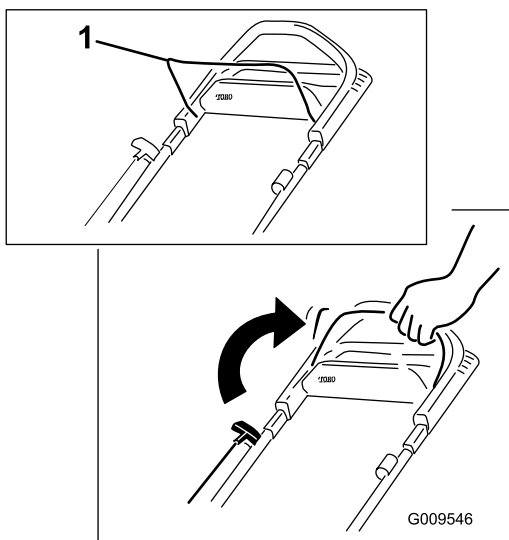

Figura 15
1. Sujete la barra de control de las cuchillas contra el manillar (Figura 15).